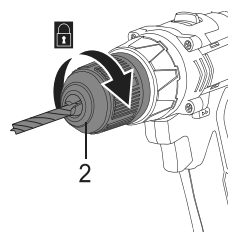

Fig. 3
- > Gire la camisa del portaútiles (2) en sentido horario hasta que la broca quede bien sujeta en las pinzas del portaútiles (Fig. 3).